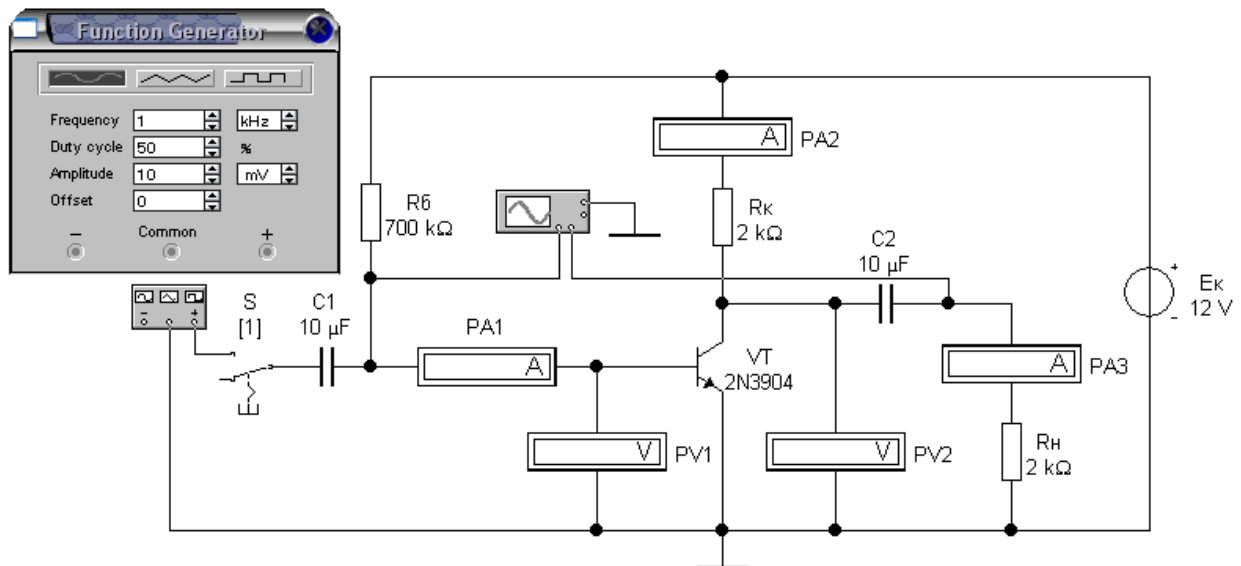

Рисунок 2 – Схема для дослідження підсилювального каскаду на біполярному транзисторі, увімкненого за схемою із спільним емітером
2.1 Запустити програму EWB. В меню обрати схему (рис. 2).
2.2 Встановити параметри елементів схеми згідно таблиці 1 і віртуального генератора згідно рис. 2.